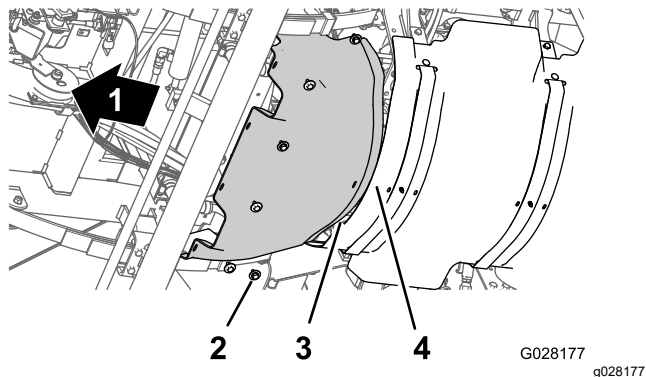

図 63
1. 前側防熱シールドの後部フランジを後防熱シールドの前側フランジに合わせる 図 63。
2. 前側防熱シールドの穴を、シャーシのねじ穴に合わせる 図 63。
3. 前側防熱シールドを機体に固定するソケットボルト6本とワッシャ6枚 図 63 ステップ 前側防熱シールドを取り外す \(ページ 47\), 3で外したものを使用する。